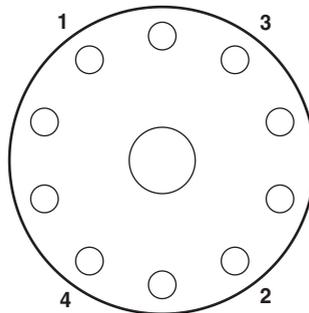
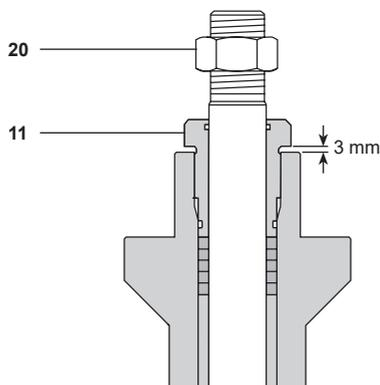

Abb. 15 DN300 DN125
Abb. 23
- Neue Ventiloberteil-Dichtung (15) einlegen.
- Muttern (21) nur handfest anziehen, um das Gehäuseoberteil zu befestigen.
- Muttern in diametral entgegengesetzter Reihenfolge mit 30 % des erforderlichen Drehmoments anziehen (siehe Abb. 15 und Tabelle 2, Seite 63).
- Stopfbuchsmutter (11) anziehen bis:
- ii) Graphitpackung: Sich ein Spalt von 3 mm zwischen Stopfbuchsmutter und Gehäuseoberteil befindet. Siehe Abb. 23.
- Kontermutter (20) aufschrauben.